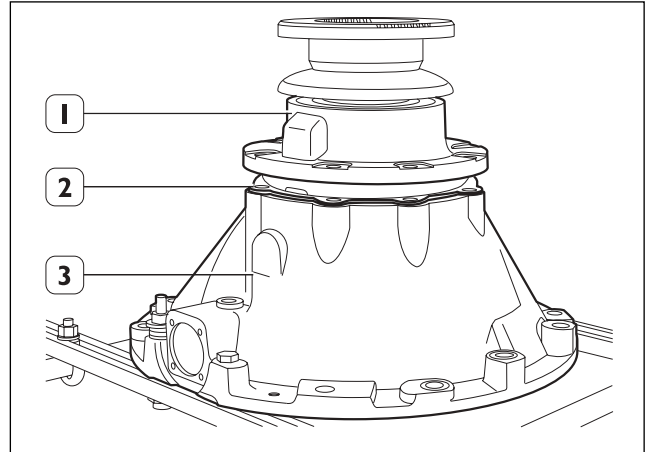

Fig. 39
En caso de que se use el mismo grupo piñón-corona que se había quitado en el desmontaje, colocar el paquete de espesores (2) medido anteriormente y la caja portarrodamientos (1) del piñón cónico con el anillo tórico, en el soporte del tren de engranajes (3), asegurándose de que la ranura para el paso del aceite esté alineada exactamente. (Herramienta CT08) (Fig. 39)